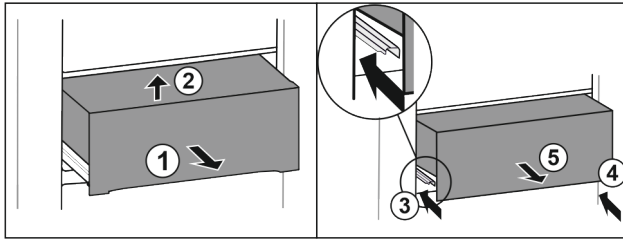

Fig. 32
- ▶ Estrarre il cassetto a metà. Fig. 32 (1)
- ▶ Sollevare il cassetto dal davanti. Fig. 32 (2)
- ▶ Inserire la guida sinistra. Fig. 32 (3)
- ▶ Inserire la guida destra. Fig. 32 (4)
- ▶ Rimuovere il cassetto tirandolo in avanti. Fig. 32 (5)